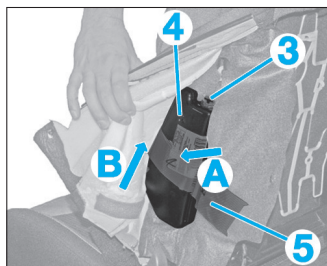

Fig. 8
- Débrancher le connecteur (3) (Fig.8).
- Dégager le module (4) de la lanière (5) suivant les flèches (A) puis (B).
- Déposer le module d'airbag (4).